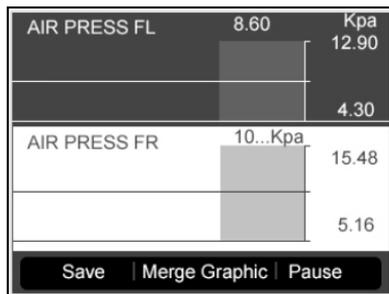
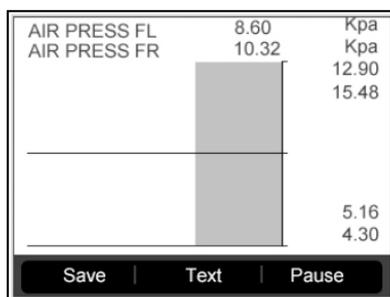

Imagen 4.33
Imagen 4.34
- Cuando los datos del sensor se muestran en una gráfica, el instrumento ofrece dos opciones más: **Dos gráficas y fundir gráfica**. La primera opción puede mostrar dos gráficas en la misma pantalla (imagen 4.33), y la última opción puede fundir dos gráficas en una. (Imagen 4.34)